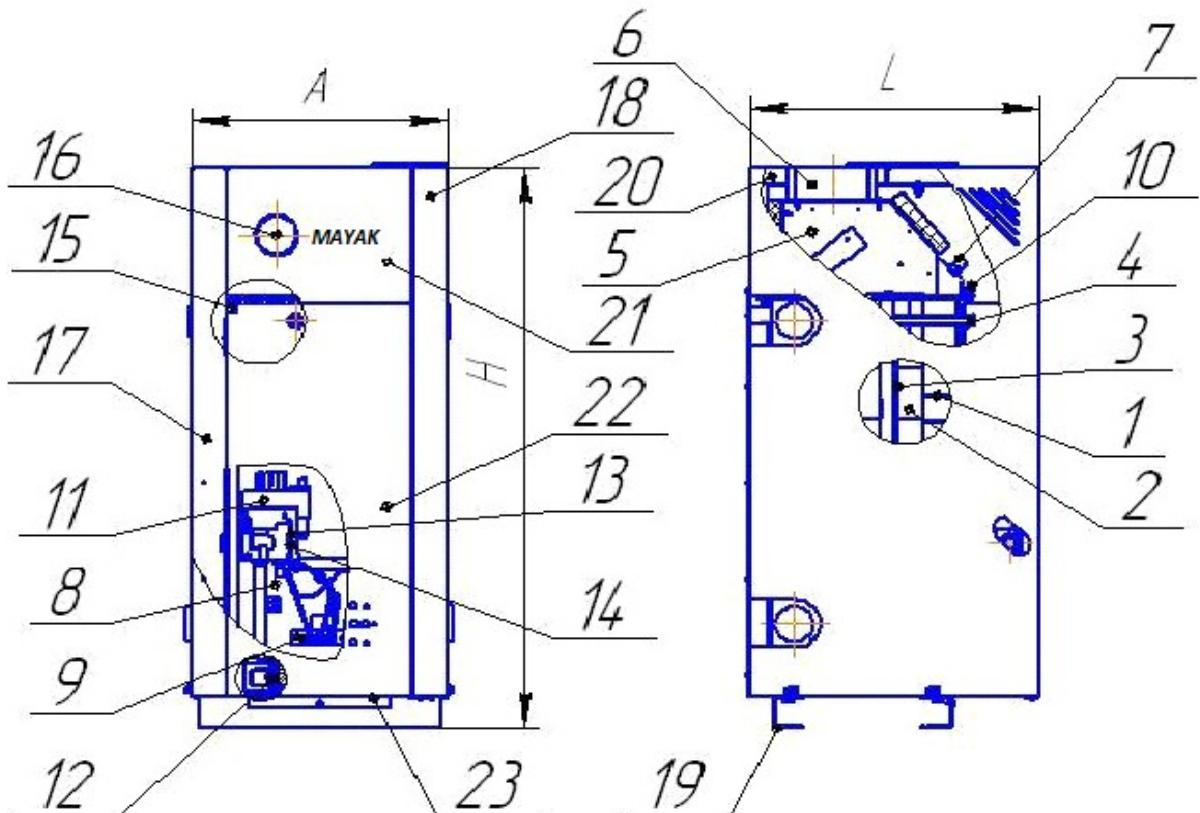

Рисунок 1. Котел опалювальний сталевий
6.2.7 Перевірити тиск газу на вході у газовий клапан через штуцер (поз.13 рис.1) за допомогою манометра. Тиск газу повинен бути не більше 1600 Па (160 мм.вод.ст.) та не менше 640 Па (64 мм.вод.ст.).
6.2.11 Закрити дверцята котла (рис.1, поз.22).